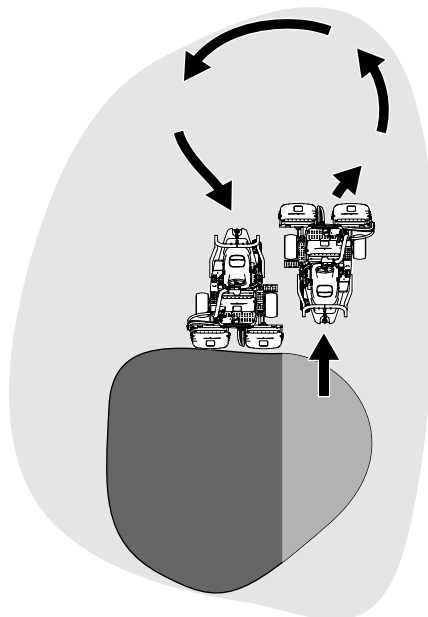

图26
6. 要缩短下一趟剪草的操作时间并方便剪出直线应轻轻朝相反方向转动机器然后再转向未剪部分。此动作是一个泪滴状的转弯图26可将机器快速对齐进行下一趟剪草。